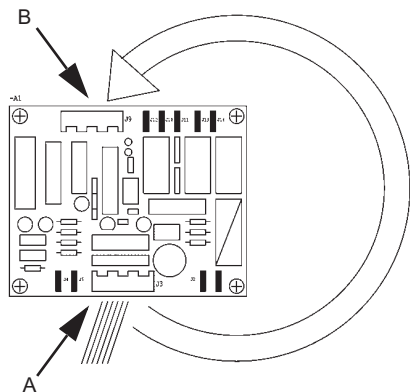

Рис. 5 Электронная печатная плата
2. Переустановить клемму шлейфа управления из первоначальной позиции, см. рис. 5, поз. А, во временную аварийную позицию, см. рис. 5, поз. В.